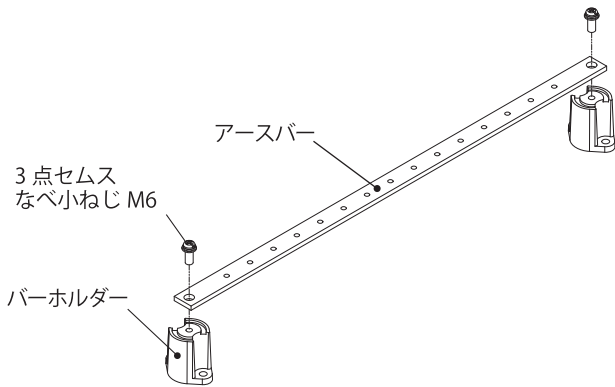

図1
1. バーホルダーにアースバーを、付属の3点セムスなべ小ねじM6(2か所)にて固定してください。(図1)